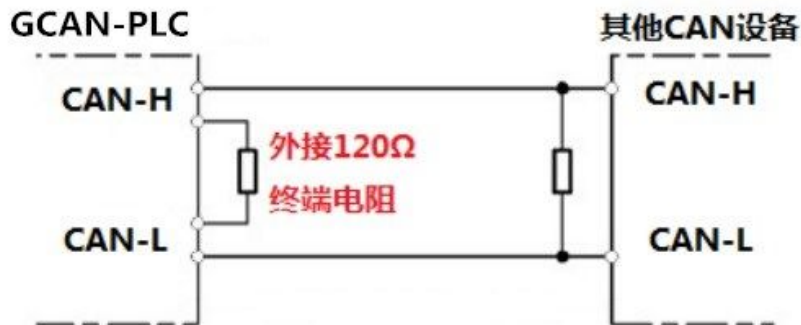

图 3.2 GCAN-GT-415 与其他 CAN 节点设备连接
为了增强 CAN 通讯的可靠性，消除 CAN 总线终端信号反射干扰，CAN 总线网络最远的两个端点通常要加入终端匹配电阻，如图 3.2 所示。终端匹配电阻的值由传输电缆的特性阻抗所决定。例如双绞线的特性阻抗为  $120\ \Omega$ ，则总线上的两个端点也应集成  $120\ \Omega$  终端电阻。如果网络上其他节点使用不同的收发器，则终端电阻须另外计算。
**请注意：**GCAN-GT-415 的 CAN 总线内部未集成  $120\ \Omega$  终端电阻。如果节点数目大于 2，中间节点不需要安装  $120\ \Omega$  的终端电阻。需要使用时，将电阻两端分别接入 CAN\_H、CAN\_L 即可，如图 3.2 所示。